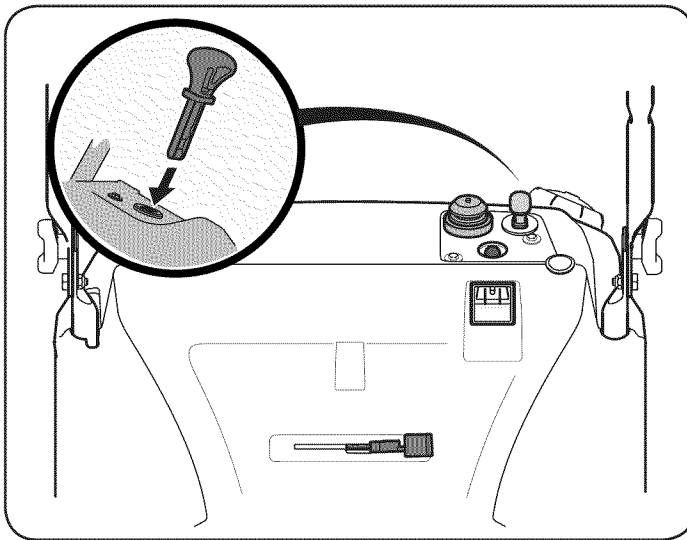

Figura 13
2. Inserte la llave de encendido en la ranura. Asegúrese de que entre a presión en su lugar. No intente girar la llave. Vea la Figura 13.